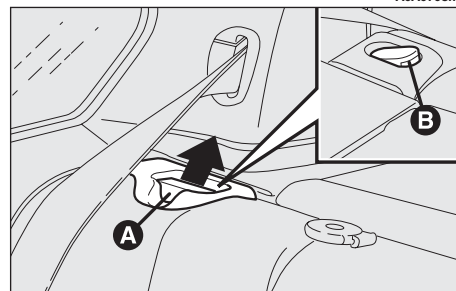

fig. 36a
**Le dossier est bien accroché lorsqu'on vérifie visuellement la disparition de la "bande rouge" (B) présente près des leviers (A) de rabattage du dossier". Cette "bande rouge" indique en effet, que le dossier n'a pas été ancré (fig. 36a). En ramenant le dossier en position de voyage s'assurer de son ancrage jusqu'à percevoir le déclic de blocage.**